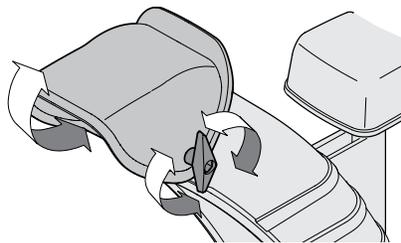

Figure 2-47
1. Desserrez le bouton qui se trouve sur le côté gauche de la goulotte. Voir Figure 2-47.